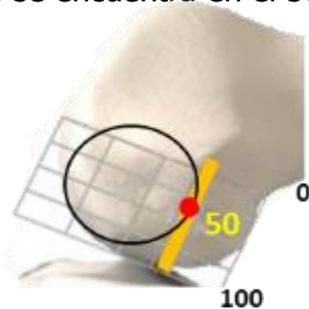

Figura 1
- En sentido cráneo caudal siendo el número 0 la hendidura y siendo 100 la base del cóndilo, el punto isométrico se encuentra en el 50. Figura 1.